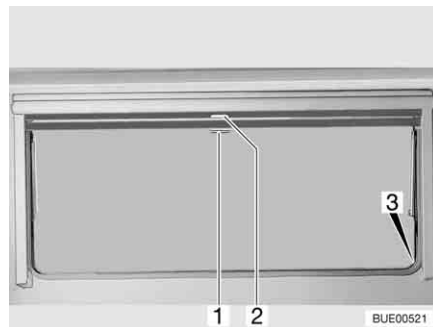

Fig. 59 Fenêtre projetante
- Tirer le store occultant vers le bas en le maintenant par la poignée (Fig. 59,2). Lorsque le store occultant est complètement fermé, l'accrocher des deux côtés du cadre de la fenêtre dans le dispositif de blocage (Fig. 59,3).
- Lorsque le store occultant est complètement fermé : Appuyer sur la poignée (Fig. 59,2) vers le bas tout en la tirant légèrement vers l'intérieur. Décrocher à droite et à gauche le store occultant du dispositif de blocage du cadre de la fenêtre.
- Si le store occultant se trouve dans une position intermédiaire : Tirer la poignée (Fig. 59,2) vers le bas jusqu'à ce que le dispositif de blocage se débloque.
- Tirer la moustiquaire par la poignée (Fig. 59,1) vers le bas et l'accrocher des deux côtés sur le cadre de la fenêtre dans le dispositif de blocage (Fig. 59,3).
- Appuyer sur la poignée (Fig. 59,1) vers le bas tout en la tirant légèrement vers l'intérieur. Décrocher à droite et à gauche la moustiquaire des dispositifs de blocage du cadre de la fenêtre.